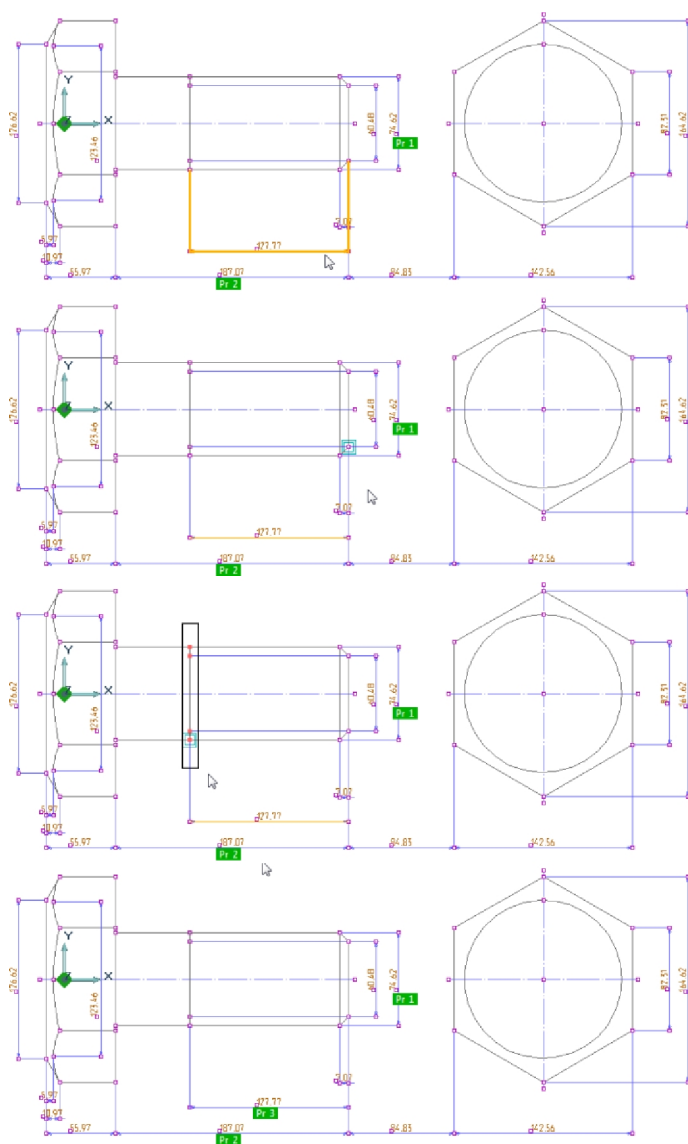

Рис. 10. Создание ПРМ 3
- Третьим будет изменяться размер, отвечающий за длину нарезанной части. С ним поступаем аналогично ПРМ 2, схема выбора вершин отображена на Рис. 10.